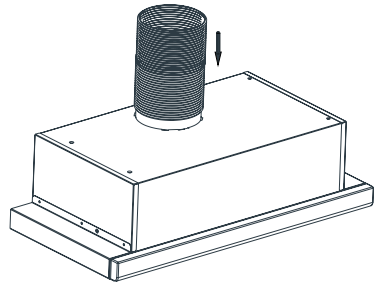

Abb. 5
- Befestigen Sie das flexible Aluminiumrohr am Kunststoffabzug. Bringen Sie das andere Ende des Rohrs an der Abzugsöffnung an der Wand an. Abb. 5